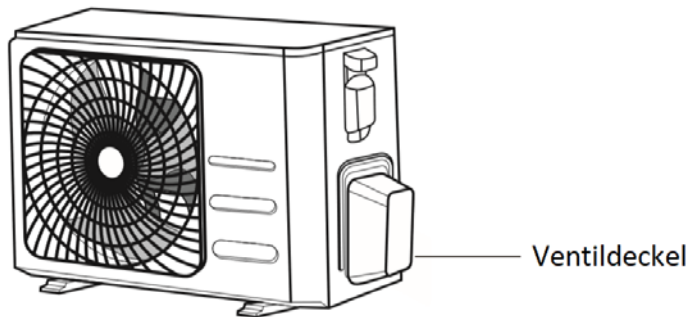

Fig. 5.9
1. Schrauben Sie den Deckel vom gepackten Ventil an der Seite der Außeneinheit ab. (Siehe Abb. 5.9)